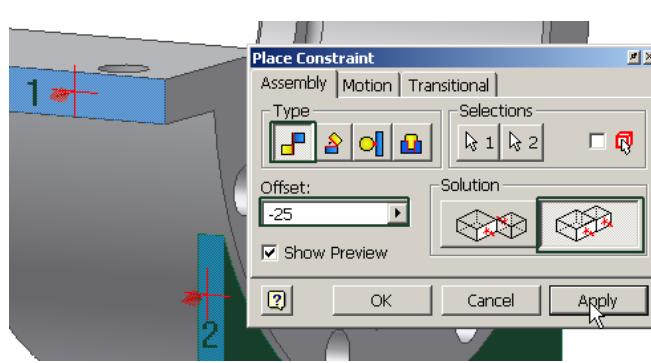
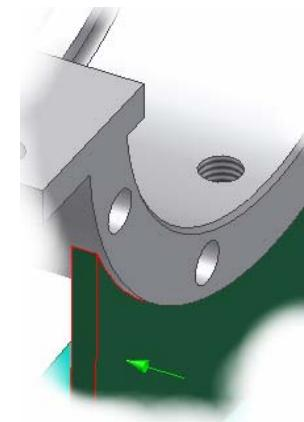

Figura 3.2.9.
Figura 3.2.10.
- aliniere Type - Mate, Solution - Flush, Offset = -25 plan vertical stânga **semicadru** cu plan vertical stânga **placă suport** – lansare comandă **Constraint**, click punctul 1, click punctul 2, butonul **Apply**, figura 3.2.9, cu rezultatul din figura 3.2.10.